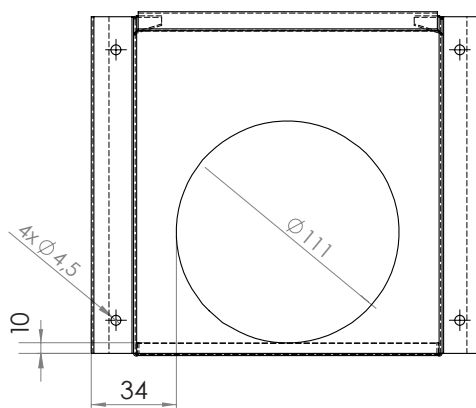

fig. 5
6. Se till att ventilkåpan monteras korrekt. Tilluftsröret ska mynna ut ca 10 mm över ventilkåpens nedre kant och vara centre-rad, dvs sidokanten på ventilkåpan ska vara ca 34 mm från rörets ytterkant. Se fig. 5.